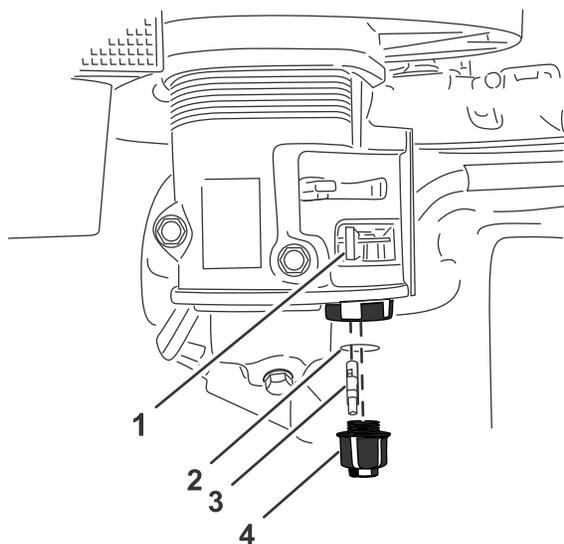

Figure 41
2. Tournez le robinet d'arrivée de carburant à la position FERMÉE (Figure 41).
3. Dévissez la cuvette de décantation (Figure 41).
4. Déposez le filtre à carburant et le joint torique (Figure 41).
7. Installez le filtre à carburant au fond du carburateur (Figure 41).